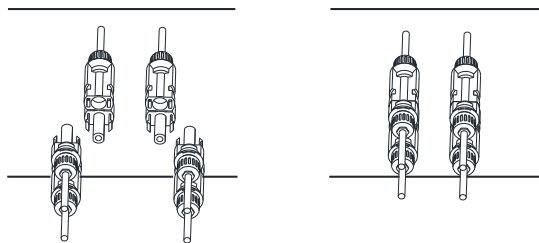

图5.6 直流输入端连接
d)最后，将直流电连接器插入逆变器的正极和负极输入端，如图5.6所示。